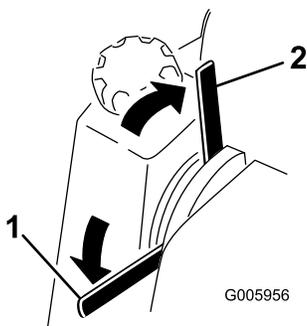

Рисунок 10
- Для включения стояночного тормоза поверните его рычаг вниз (Рисунок 10).
- Для выключения стояночного тормоза поверните его рычаг вверх (Рисунок 10).